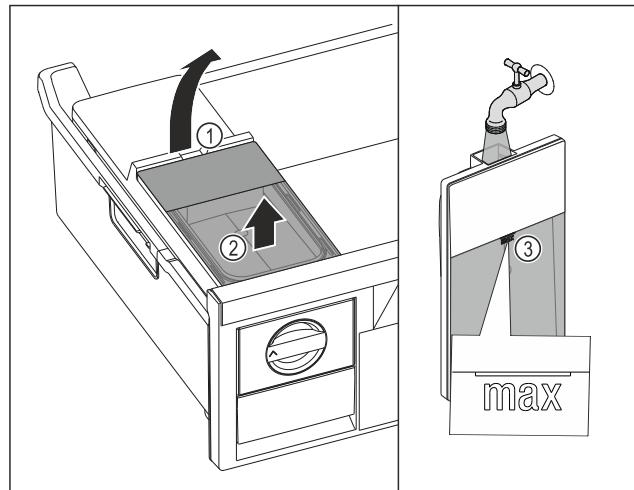

Fig. 69
► Nádržku na vodu nadívhnite za vybranie Fig. 69 (1).
► Nádržku na vodu odoberte nahor. Fig. 69 (2)
► Nádržku na vodu naplňte pitnou vodou po značke Fig. 69 (3).